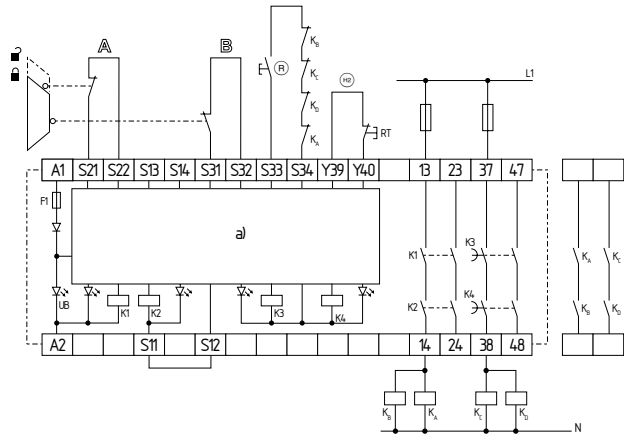

Fig. 7
L'exemple reprend une commande à deux canaux d'une surveillance de porte; avec deux contacts A et B, dont au moins un à manœuvre positive d'ouverture; avec interrupteur de réarmement externe (R) (voir Fig. 7)